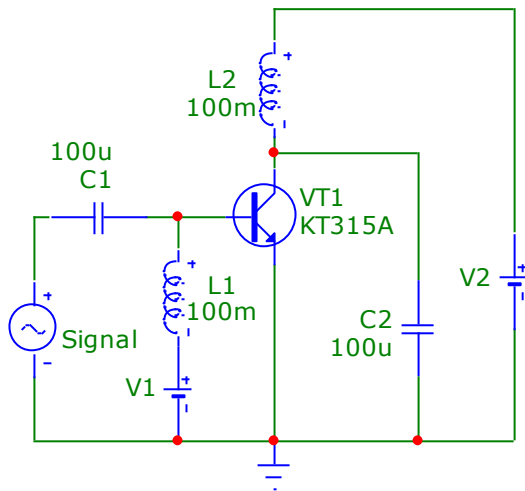
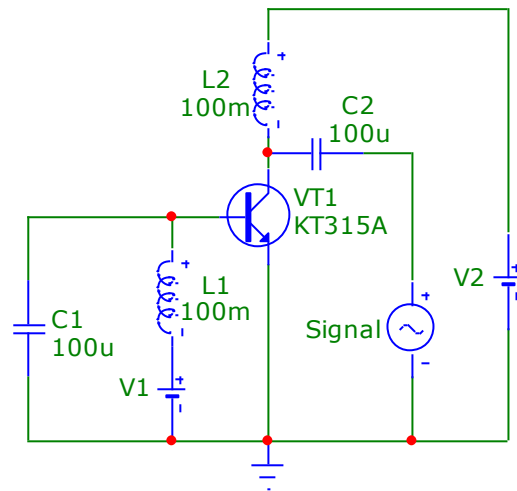

Рис. 3.1. Схема измерения параметров Y_{11} и Y_{21} транзистора, включённого с ОЭ
Рис. 3.2. Схема измерения параметров Y_{12} и Y_{22} транзистора, включённого с ОЭ
Таким образом, для измерения параметров \dot{Y}_{11} и \dot{Y}_{21} необходимо создать режим короткого замыкания по выходу транзистора, а для измерения параметров \dot{Y}_{12} и \dot{Y}_{22} – по входу. Для того чтобы при измерении обеспечить необходимый рабочий режим транзистора по постоянному току, короткое замыкание создаётся только для высокочастотного напряжения. Схемы моделей таких измерительных установок приведены на рис. 3.1 – 3.4. Здесь короткое замыкание на частоте сигнала создаётся с помощью блокировочных конденсаторов большой ёмкости, включённых между соответствующим электродом транзистора и «землёй». Испытательный сигнал подаётся от источника (генератора) через разделительный конденсатор. Питающие постоянные напряжения подаются через дроссели – катушки индуктивности, имеющие большое индуктивное сопротивление на частоте сигнала. Это предотвращает попадание высокочастотного сигнала в цепи питания.
Измерение параметров \dot{Y}_{11} и \dot{Y}_{21} биполярного транзистора, включённого по схеме с общим эмиттером (ОЭ), производится с помощью схемы, изображённой на рис. 3.1.
ной на рис. 3.1. Два источника напряжения $V1$ и $V2$ обеспечивают заданный режим по постоянному току, источник синусоидального напряжения **Signal** создаёт испытательный сигнал, конденсатор $C1$ является разделительным, а конденсатор $C2$ – блокировочным. При выборе полярности источников $V1$ и $V2$ необходимо учитывать, что для транзистора типа $n-p-n$ на базу и коллектор должно подаваться положительное напряжение (как показано на рис. 3.1), а для транзистора типа $p-n-p$ – отрицательное. Для измерения параметров \dot{Y}_{12} и \dot{Y}_{22} используется схема, показанная на рис. 3.2, которая отличается от схемы на рис. 3.1 тем, что источник испытательного сигнала через разделительный конденсатор $C2$ подключён к коллектору транзистора, а база транзистора через блокировочный конденсатор $C1$ соединена с «землёй».
1. Каково назначение конденсаторов $C1$ и $C2$ в схеме на рис. 3.1?
2. Каково назначение катушек индуктивности (дресселей) $L1$ и $L2$ в схеме на рис. 3.2?